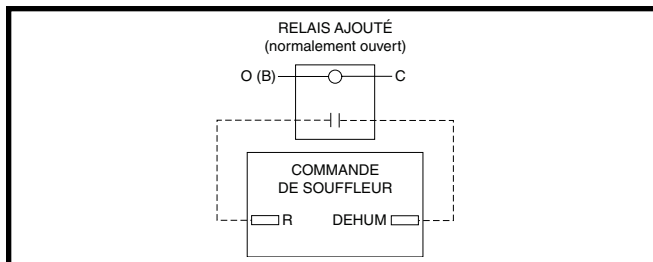

Figure 24. Configuration de câblage DEHUM sans humidistat
- Si aucun humidistat n'est à disposition, il est possible de brancher les bornes **R** et **DEHUM** par l'entremise d'un relais normalement ouvert fourni sur place. Consulter la Figure 24 (page 24). Les bornes **R** et **DEHUM** doivent être branchées aux bornes du relais normalement ouvert. Les bornes O (B) et C doivent alors être branchées à la bobine du relais. Cette option fait en sorte que le souffleur fonctionne à un débit (m3/min) réduit pendant 10 minutes après un appel de refroidissement.